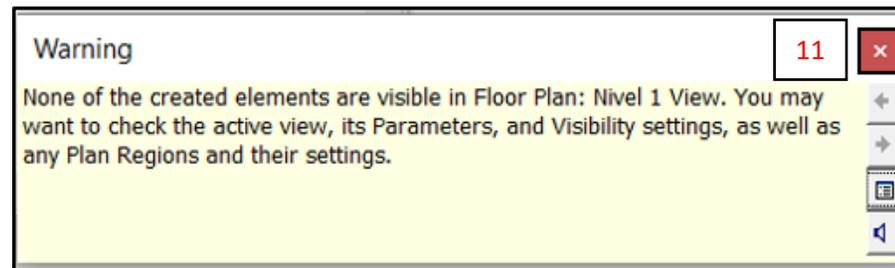

Fig. 25
- G. Una vez modelado el elemento, aparecerá un mensaje de error (Fig. 25). Esto es normal es debido al valor negativo definido en “**z offset value**” de la *Tabla de Propiedades*. Cerrar la ventana (11). (Fig. 25)